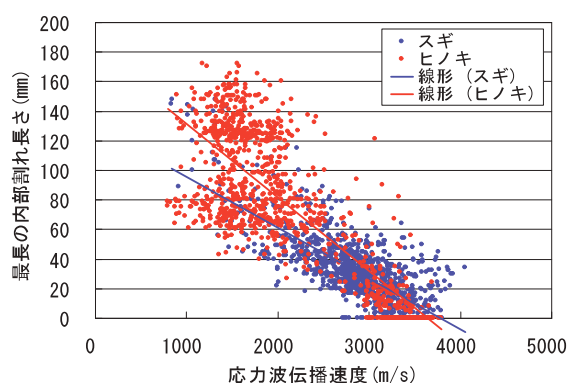

図1 応力波伝播速度と最長の内部割れ長さとの関係（スギ、ヒノキ）
- 応力波伝播速度による内部割れ評価項目としては、「最長の内部割れ長さ」が最も有効です。内部割れ発生例を写真に、応力波伝播速度と最長の内部割れ長さとの関係を図1にそれぞれ示します。